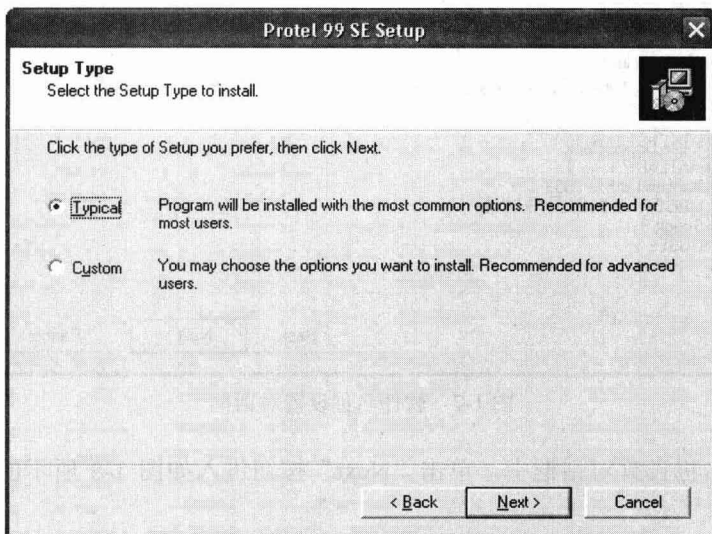

图 1-5 安装方式选择对话框
(4) 设置好安装路径后, 单击“Next”按钮可以进入如图 1-5 所示的安装方式选择对话框。